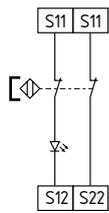

Fig. 9
**Câblage à 2 canaux d'interrupteurs de sécurité magnétiques selon EN 60947-5-3 (Fig. 9)**